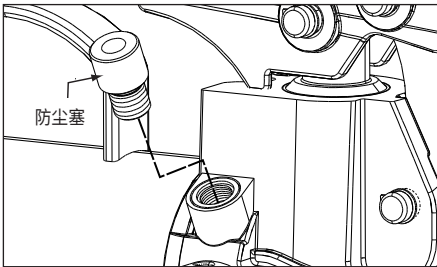

图 13, 溢流阀 (P-77、P-80、P-801 和 P-84)
- 在型号 P-77、P-80、P-801 和 P-84 上, 溢流阀位于泵头的侧面。见图 13。